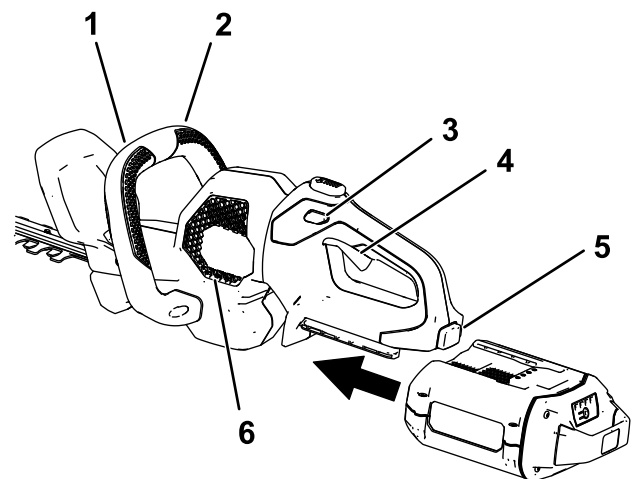

Figura 7
3. Alinee el hueco de la batería con la lengüeta del alojamiento de la empuñadura, sujete la empuñadura, e introduzca la batería en la empuñadura hasta que el cierre encaje en su sitio (Figura 7).
- Coloque una mano en la empuñadura con gatillo. Coloque la otra mano en la empuñadura auxiliar (Figura 7).
- Presione el interruptor de bloqueo y apriete el interruptor del gatillo mientras activa el interruptor de la empuñadura auxiliar para encender el cortasetos (Figura 7).
El cortasetos seguirá encendido mientras se aprieten el interruptor de la empuñadura auxiliar y el gatillo. Puede soltar el interruptor de interruptor de bloqueo una vez que el cortasetos esté funcionando (Figura 7).
Para apagar el cortasetos, suelte el gatillo, el interruptor de la empuñadura auxiliar, o ambos (Figura 7). Espere al menos 5 segundos para que la cuchilla se detenga.